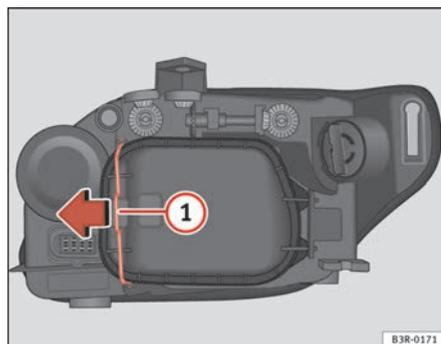

Fig. 208 Luz de posición (lado interior vehículo)
- Desplace el tirante ⇒ fig. 208 ① en el sentido de la flecha y saque la tapa rígida separando primero el lado del tirante y sacando después las dos pestañas del extremo contrario de la tapa.